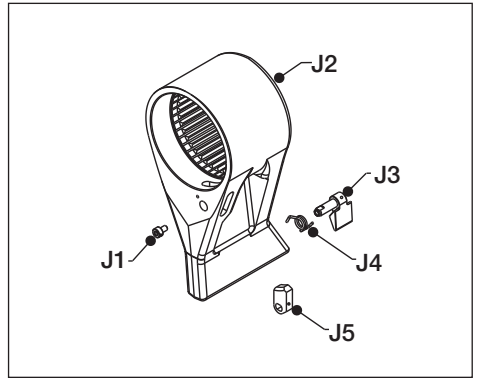

Fig. 26
- Braço de reação (fig. 26, item J2)
5.3.9 Trava do braço de reação - desmontagem e remontagem (fig. 26)